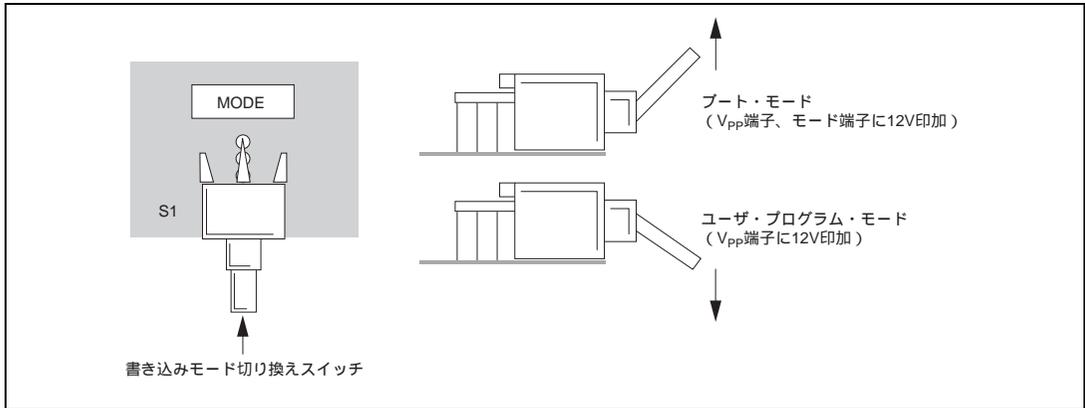

図 2.6 書き込みモード切り換えスイッチ
(1) 書き込みモード切り換えスイッチ(S1)
- F-ZATA マイコンのオンボード・プログラミング・モードである「ブート・モード」（ V_{PP} 端子、モード端子に12Vに印加）、「ユーザ・プログラム・モード」（ V_{CC} 端子に12V印加）を選択します。図 2.6 に書き込みモード切り換えスイッチを示します。